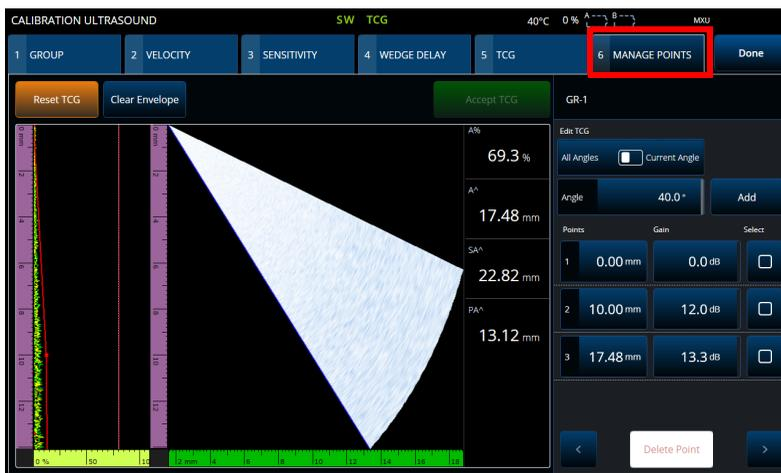

図 4-8 Calibration (校正) &gt; Manage Points (ポイント管理)
**Manage Points (ポイント管理)** タブ (197 ページの図 4-8 および 197 ページの表 80) を使用すると、校正ウィザードを使用せずに、TCG (または DAC) ポイントの確認、TCG (または DAC) ポイントの手動による作成または編集が可能です。